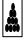

Rys.4 Maskownica
- wypoziomować wagę pokręcając nóżkami wagi i obserwując położenie wskaźnika poziomu poziomniczką (umieszczenie poziomniczką przedstawia rys. 4), pęcherzyk powietrza powinien zająć położenie dokładnie w środku okręgu oznaczonego na szkiełku,